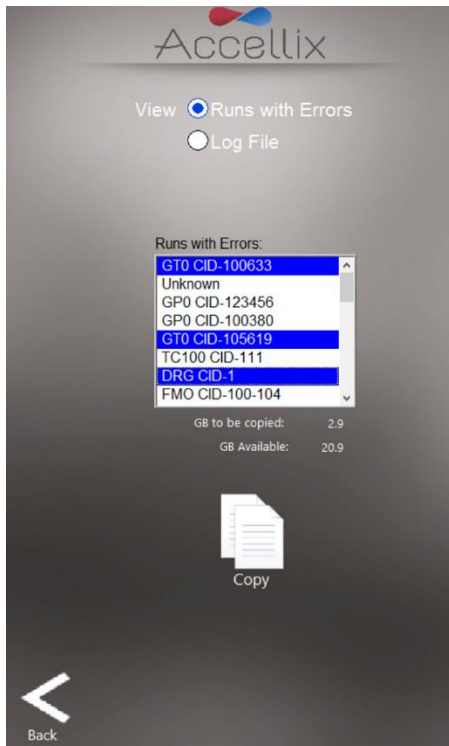

Abbildung 21: Bildschirm „Copy Test Runs with Errors“ (Testläufe mit Fehlern kopieren)
- Wenn die Option **View Runs with Errors** (Läufe mit Fehlern anzeigen) ausgewählt ist: Dateien zu Testläufen, bei denen Fehler aufgetreten sind, können ausgewählt und kopiert werden (Abbildung 21). Einzelne Kartuschendatenordner können gemeinsam ausgewählt werden, indem Sie die Steuerungstaste auf einer angeschlossenen Tastatur gedrückt halten, während Sie auf einen Eintrag in der Liste tippen. Tippen Sie auf das Symbol **Copy** (Kopieren).